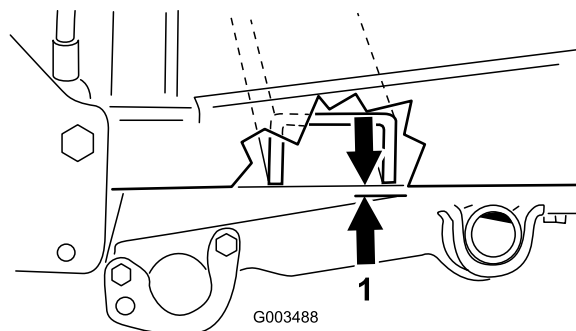

Figure 18
- B. Tournez la rotule montrée à la Figure 18 pour changer la longueur de la tige comme suit :